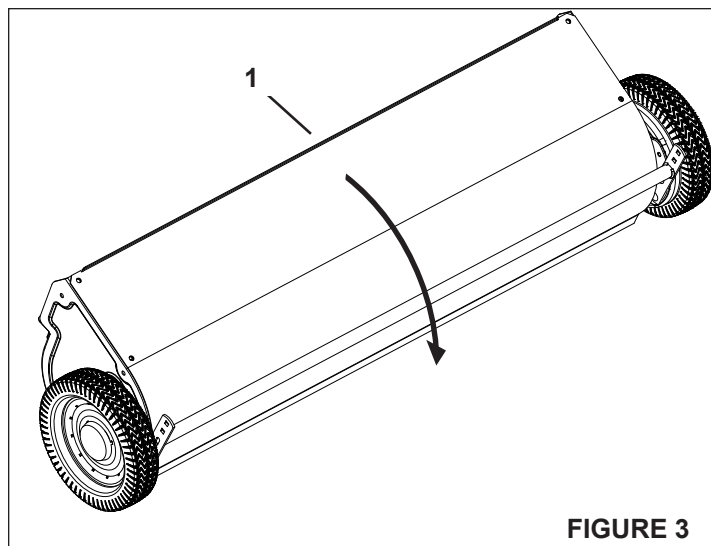

FIGURE 3
ÉTAPE 3 : (VOIR LA FIGURE 3)
- Basculez le boîtier de la balayeuse (1) vers l'avant jusqu'à ce qu'il repose comme illustré à la figure 3.